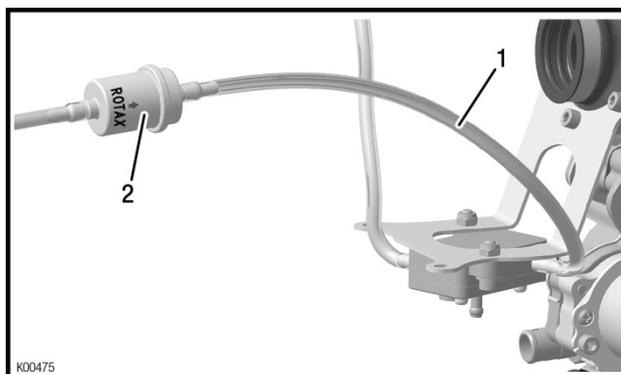

Fig. 3
- ➡ 長い方の燃料ホース(pos. 1)は、燃料フィルター(pos. 2)に接続しその後、燃料タンクに接続します。 *Fig. 3* 参照